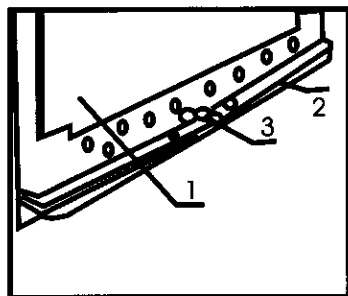

Рис.7.
7.2. Грубым нарушением правил эксплуатации является попадание мелких частиц продуктов или упаковки этих продуктов в лоток 2 (рис. 7) для слива воды. При этом может произойти засорение системы отвода воды и попадание её внутрь холодильной камеры.
7.3. Так как оттаивание испарителя 1 (рис. 7) холодильной камеры осуществляется автоматически, то отключение камеры нужно производить только для санитарной обработки не чаще одного раза в год. Не забывайте при этом промывать дренажную трубку 3 (рис. 7). Порядок отключения морозильной камеры смотрите в пункте 6.2..